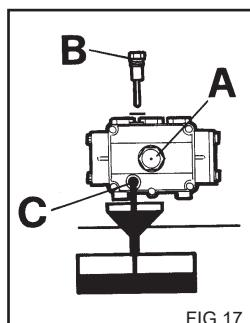

FIG. 17
- 2) Den Deckel mit dem Kontrollstab (Fig. 17) aufdrehen.